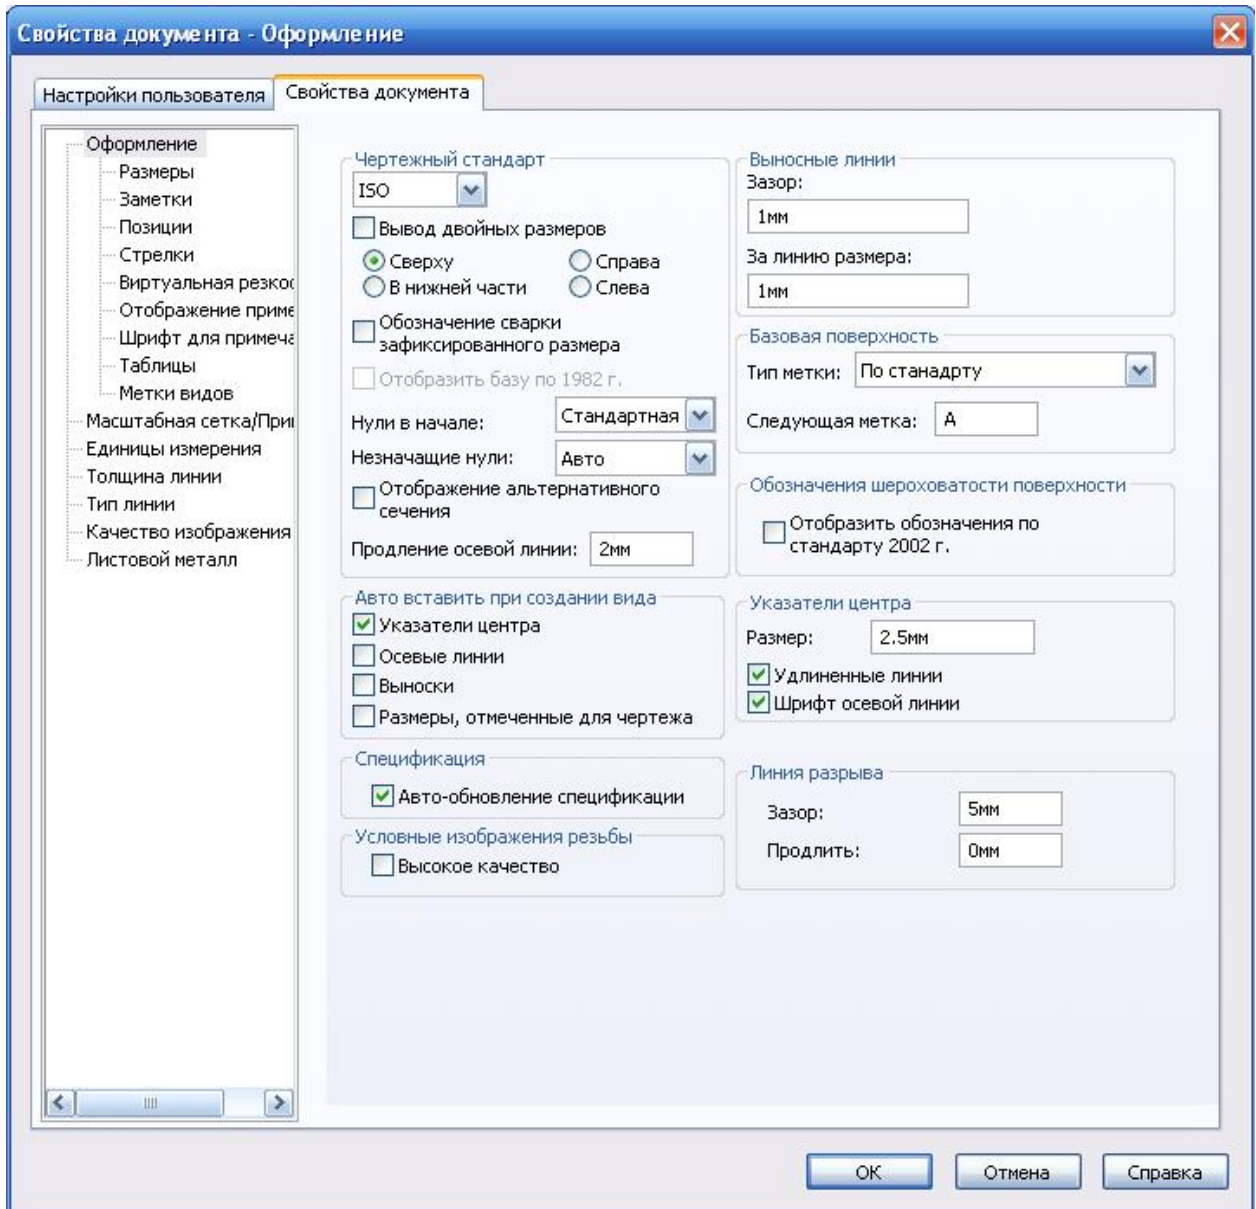

Рис. 50
- При необходимости нажмите кнопку **Настройки**  панели инструментов «Стандартная», или выберите меню: **Инструменты/Параметры**, перейдите на вкладку **Свойства документа** и в разделе **Оформление** настройте параметры: **Зазор** - расстояние между линиями разрыва 5мм, а также **Продлить** - величину продления линии обрыва 0мм. (Данные параметры должны быть настроены в шаблоне) (рис. 50).